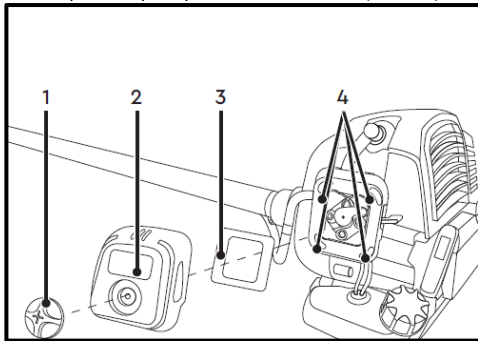

Рис. 57
- Зніміть кришку (2) корпусу повітряного фільтра з мотокоси (Рис. 57);
- Зніміть фільтрувальний елемент (3), ***залежно від моделі** – промийте його в чистій воді із милом та просушіть, або продуйте повітрям тиском не більше 2,5 бара (замініть, якщо він пошкоджений) (Рис. 57);
- Після очищення фільтруючого елементу (3), встановіть його в корпус повітряного фільтра, розташувавши за кронштейнами (4) (Рис. 57);
- Встановіть кришку (2) корпусу повітряного фільтра на мотокосу (Рис. 57);
- Встановіть гвинт (1) в отвір кришки (2) повітряного фільтра та затягніть його (Рис. 57).